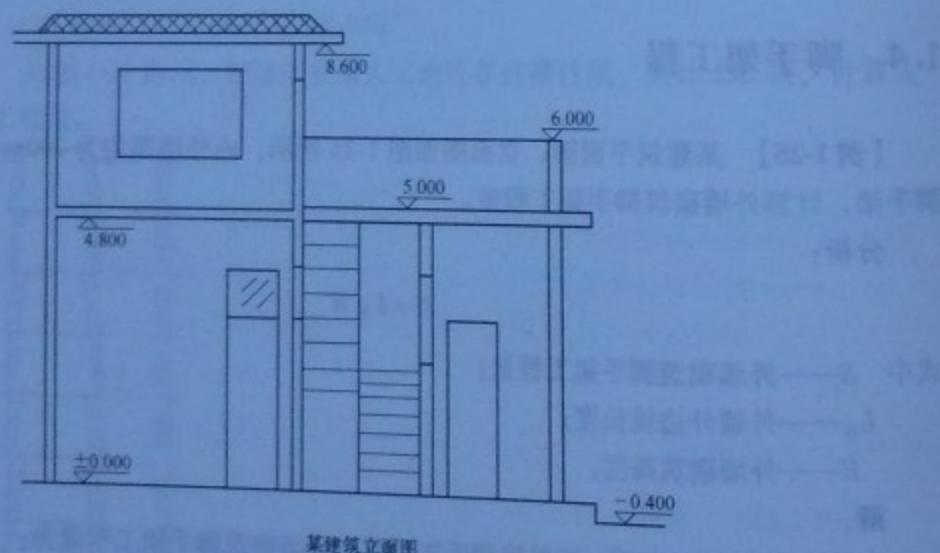

图 1-25 某建筑示意图
**【例 1-25】** 某建筑平面图、立面图如图 1-25 所示, 内外墙厚均为 240mm, 采用钢管脚手架, 计算外墙砌筑脚手架工程量。